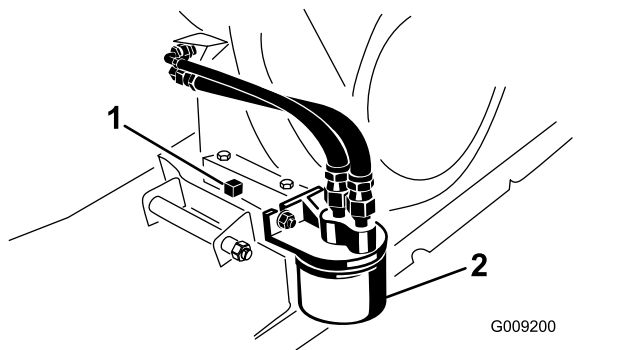

Figura 33
6. Coloque um recipiente de escoamento debaixo do bujão de drenagem (Figura 33).
7. Retire o tampão de escoamento e o vedante (Figura 33).
2. Retire o filtro de óleo existente (Figura 33).
4. Enrosque o novo filtro no adaptador do filtro até que a junta entre em contacto com a placa de montagem; em seguida, aperte o filtro mais ½ a ¾ de volta (Figura 33).